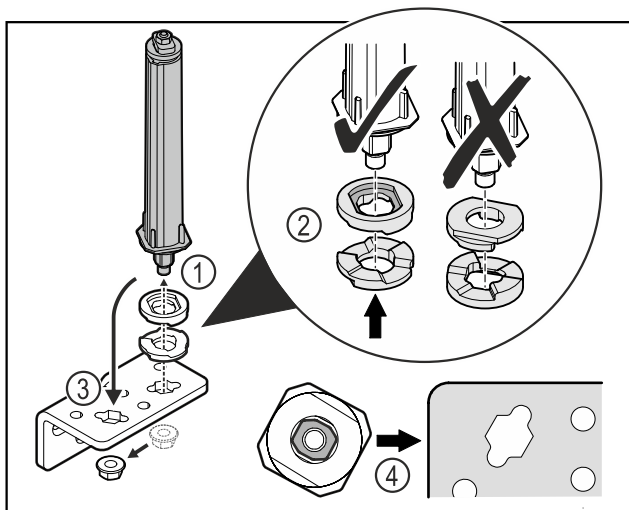

Fig. 29
- ▶ Отпустите гайку и демонтируйте систему закрытия двери Fig. 29 (1).
- ▶ Учитывайте правильность выравнивания шайб для регулировки высоты Fig. 29 (2).
- ▶ Переставьте систему закрытия двери в шарнирном уголке и зафиксируйте гайкой Fig. 29 (3).
- ▶ При установке учитывайте правильность выравнивания системы закрытия двери Fig. 29 (4).